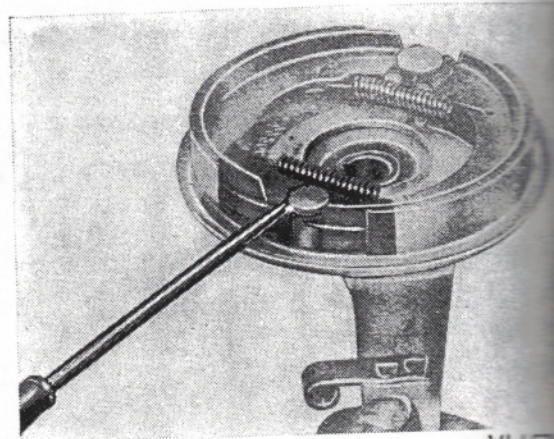

Abb. 78 Bremsbacken ausbauen
3. Mit einem Schraubenzieher zwischen Bremsbacke und Gegenlager drücken wie Abb. 78 zeigt, und Bremsbacken aus der Nut des Gegenlagers ausheben. Beide Bremsbacken mit den Zugfedern von der Bremsträgerplatte abnehmen.